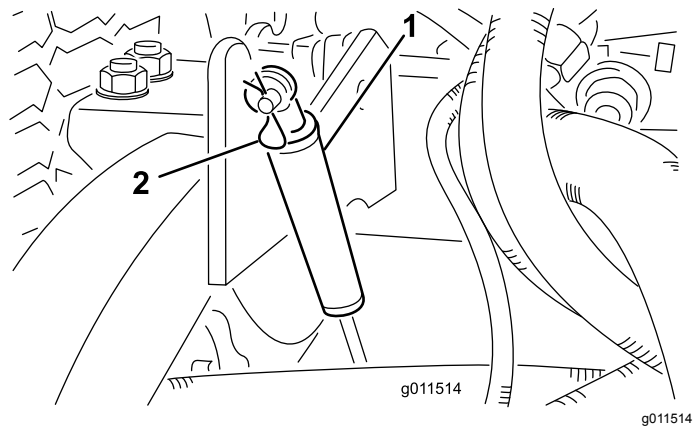

Figure 108
2. Retirez la goupille fendue qui fixe les amortisseurs aux bras de levage (Figure 108).